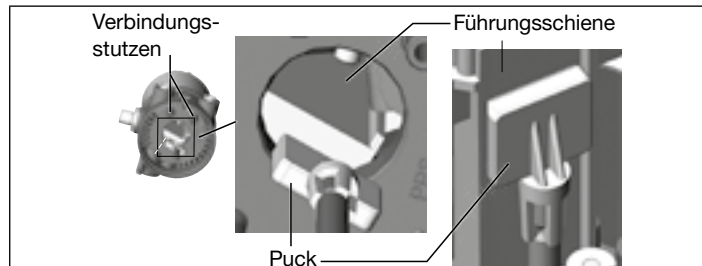

Bild 6: Ausrichten des Pucks
1. der Puck in die Führungsschiene des Steuerkopfs (siehe „Bild 6“) und